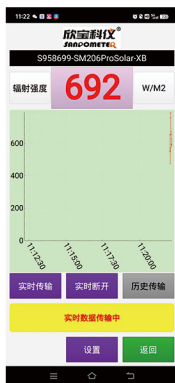

图4
- ②点击“实时传输”图标，状态栏有“实时数据传输中”字符，并开始闪烁，表示仪表和手机正在进行数据传输。此时页面上方同步显示当前测量数值，中间绿色区域显示测量数值图表，其中图表横坐标为当前时间，纵坐标为测试值。如图4所示。